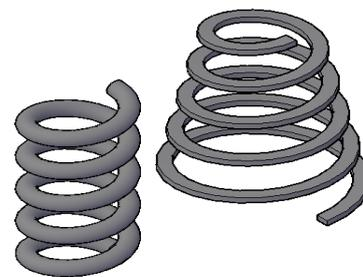

Рис. 8.5.
13. Повторить аналогичные действия по пункту 8 для прямоугольного сечения и конической спирали (рис. 8.5).